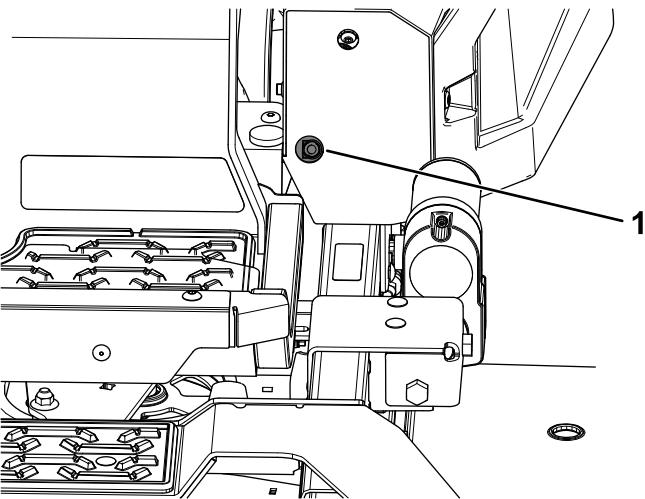
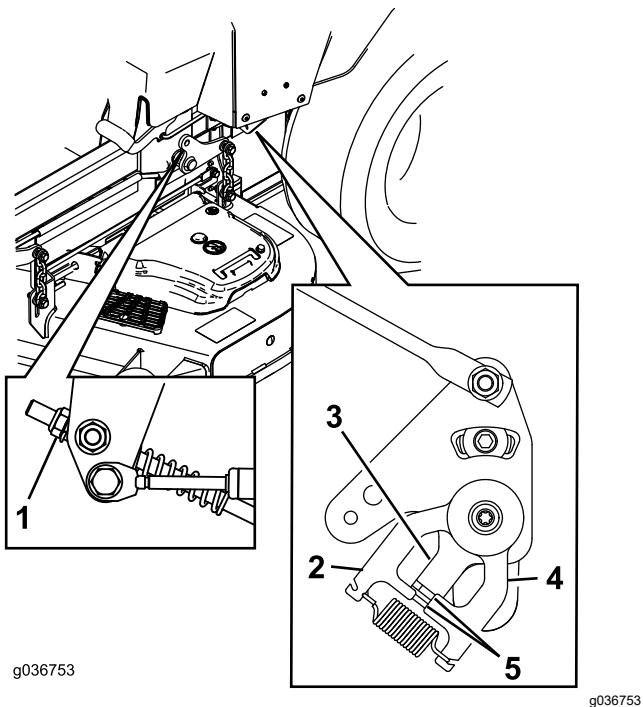

Figura 65
Figura 66
11. Ajuste os comprimentos da barra de controlo da bomba rodando a porca na direção adequada até as rodas andarem ligeiramente para trás (Figura 65 e Figura 66).